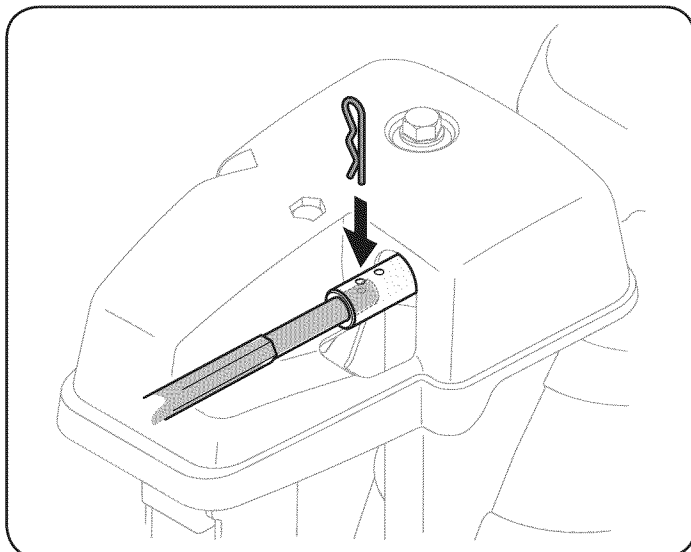

Figura 25
1. Retire el pasador de chaveta del orificio más cercano al conjunto del canal sobre el montaje de rotación del canal. Vea la figura 25.